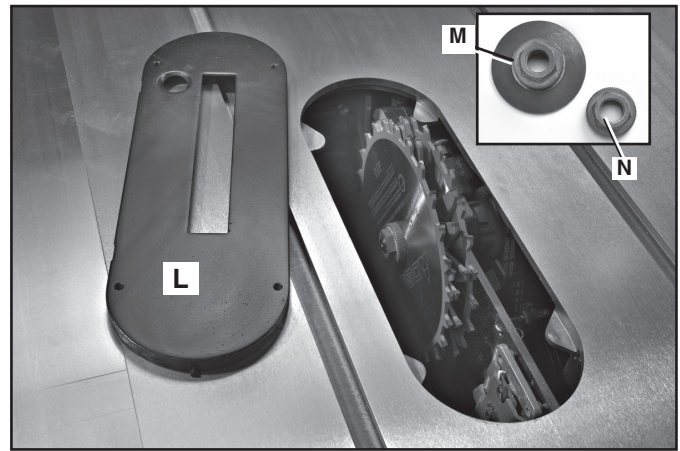

FIG. 65
⚠ ATENCIÓN: El inserto para mesa del juego de cabezales para ranuras (L), Fig. 65 debe utilizarse en lugar del inserto estándar. Asegúrese que el parte móvil sea llano con la tabla antes de proceder.
NOTA: No se puede usar el ensamblaje de tuercas de eje de la brida externa estándar (M), Fig. 65, con los juegos de hojas para ranuras. Se incluye una tuerca de eje especial (N) con la Unisaw para hacer ranuras. Ajuste esta tuerca de eje contra el juego de hojas para ranuras. **No deseche la tuerca de eje de la brida externa. La necesitará cuando vuelva a colocar la hoja estándar al eje.**
4. Anexe el juego de cabezales para ranuras al eje de la sierra con la tuerca de eje (N), Fig. 65.
NOTA: No se puede usar el ensamblaje de tuercas de eje de la brida externa estándar (M), Fig. 65, con el cabezal portacuchilla para molduras. Se incluye una tuerca de eje (N) con la Unisaw para estas aplicaciones. Ajuste esta tuerca de eje contra el cabezal portacuchilla para molduras. **No deseché la tuerca de eje de la brida externa. La necesitará cuando vuelva a colocar la hoja estándar al eje.**